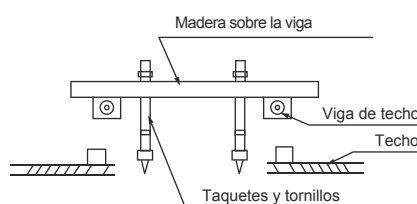

Fig. 5-3
- Por favor consulte la Fig. 5-3 y 5-4 para la distancia de los taquetes.